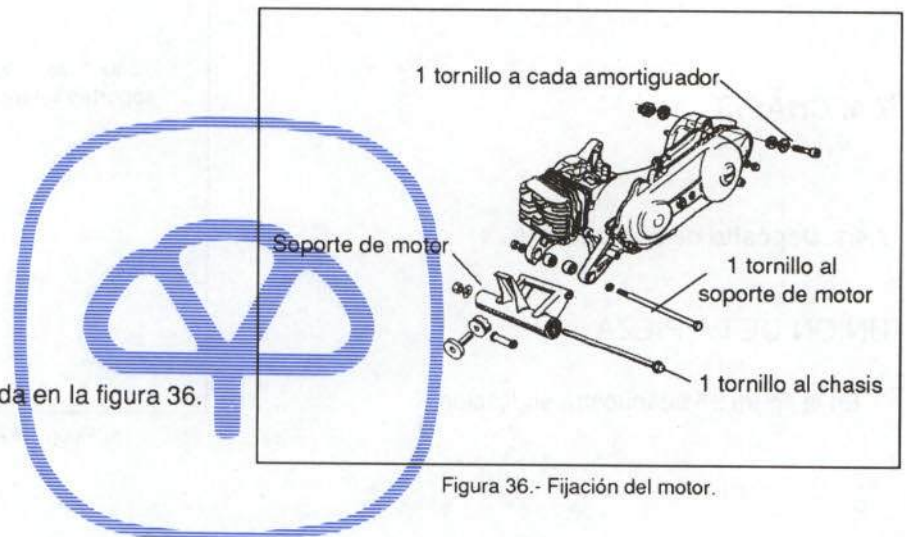

Figura 36.- Fijación del motor.
El motor va fijado de la forma indicada en la figura 36.
- Conjunto motor-escape-rueda-filtro de aire (figura 36)